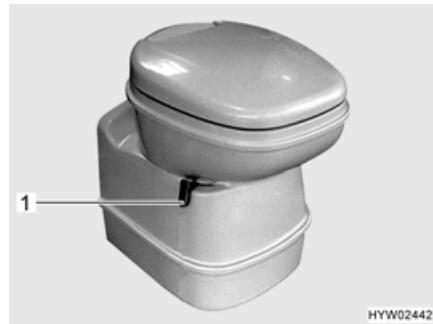

Bild 178 Thetford-Toilettenschüssel, schwenkbar
- Vor dem Spülen den Schieber der Thetford-Toilette öffnen. Dazu den Schieberhebel (Bild 178,1) entgegen dem Uhrzeigersinn schieben.